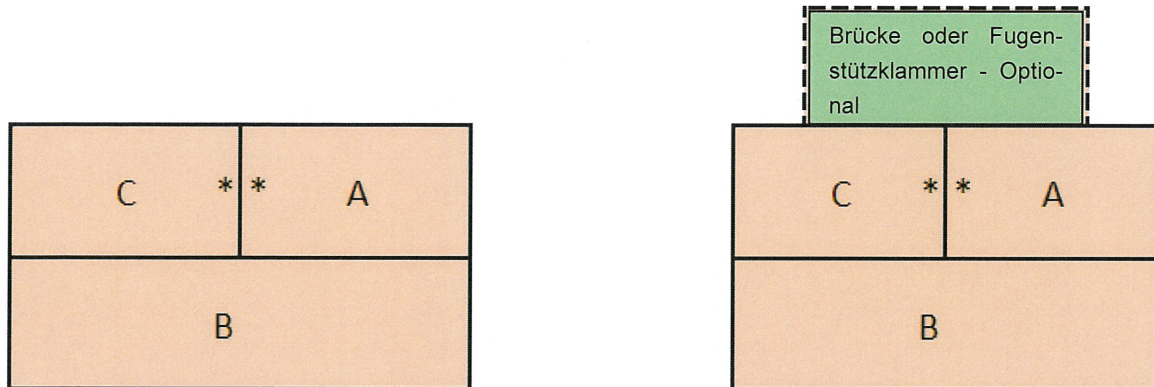

Abbildung 3: Aufbau der zusammengebauten Diele
4. Verbinden Sie Teile A und C und achten Sie darauf, dass Nut und Feder ordnungsgemäß zusammengesteckt werden. Verbinden Sie Teil B (Nutseite) mit den verbundenen Teilen C & A (Federseite), um eine umgekehrte T-Verbindung zu erhalten. – Siehe Abbildung 3. Hinweis: Überprüfen Sie die Verbindung, um sicherzustellen, dass keine Lücken zwischen den Elementen sichtbar sind. Die Montage, der Test, die Betrachtung und Bewertung müssen in einem gut beleuchteten Bereich erfolgen. Die Testmuster müssen auf einer stabilen, flachen Werkbank oder auf einem robusten Tisch platziert werden, der einen guten Einblick auf normaler Werkbank- oder Tischhöhe bietet.